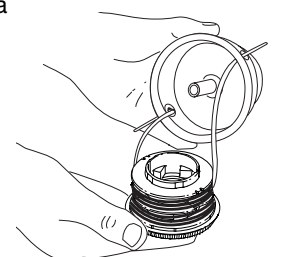

Fig. 21
3. Inserte los extremos de la línea de corte del nuevo carrete interior dentro de los ojallillos de la bobina exterior (Fig. 21). Coloque el nuevo carrete interior con la flecha hacia arriba dentro de la bobina exterior.
- Saque el carrete interior con la línea existente de la bobina exterior (Fig. 21).
- Coloque la botón de tope, el resorte y el sello de espuma en la bobina exterior (Fig. 21).